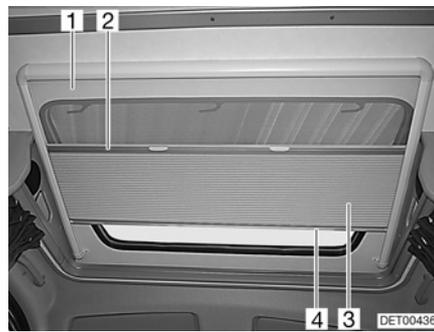

Fig. 32 Tragaluz
El estor plegable (Fig. 32,3) está unido fijamente con la protección contra insectos (Fig. 32,1).
- Coger el estor plegable por el centro de la tablilla final (Fig. 32,4) y tirar con cuidado hacia abajo.
- Regresar el estor plegable lentamente a su posición por la tablilla final (Fig. 32,4).
- Detener el centro de la tablilla final (Fig. 32,2) de la protección contra insectos y tirar con cuidado completamente hacia abajo.
- Regresar la protección contra insectos lentamente a su posición por la tablilla final del estor plegable (Fig. 32,4).